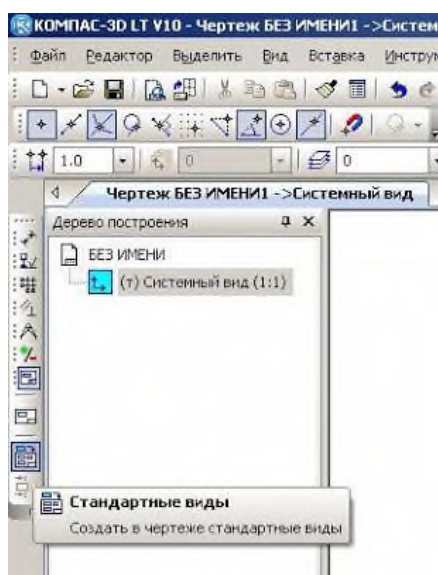

Рисунок 18 – Построение чертежа по наглядному изображению детали
**Обозначения для машиностроения – Обозначение изменения - Текст надписи – 3,5 мм (см. рисунок 18).**